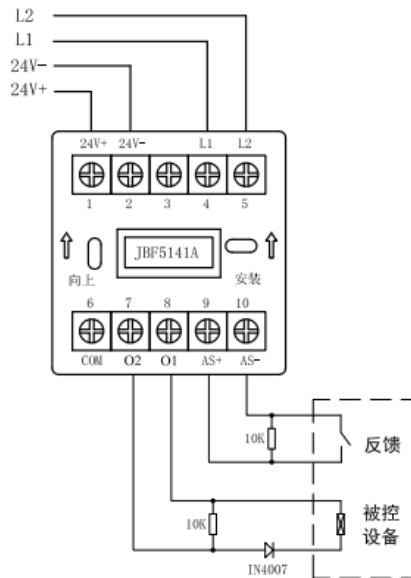

图 3 有源输出接线方式
- ◆ 24V+（端子 1）接 24V 供电电源正，24V-（端子 2）接 24V 供电电源负，提供被控设备供电电源。具体接线见图 3。